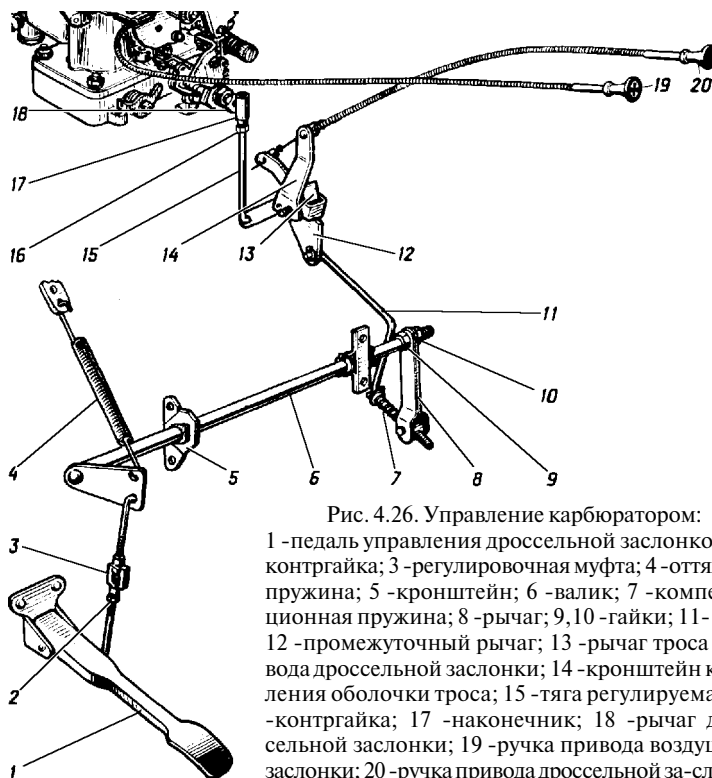

Рис. 4.26. Управление карбюратором:
**Управление карбюратором** (рис. 4.26) осуществляется при помощи педали, связанной системой тяг и рычагов с дроссельной заслонкой, и ручек управления дроссельной и воздушной заслонками карбюратора. Ручки соединяются с заслонками при помощи гибких тяг.
**Педаль управления** дроссельной заслонкой карбюратора в процессе эксплуатации может потребовать регулировки, цель которой обеспечить полное открытие дроссельной заслонки карбюратора и удобное положение педали. Регулировку производить с помощью муфты 3 (рис. 4.26), укорачивая тягу педали.